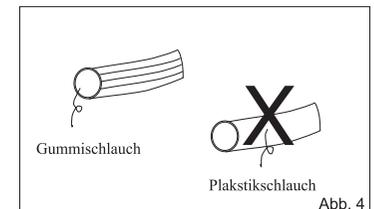

Abb. 4
- Benutzen Sie nur den Gummischlauch. Anwendung eines Plastikschlauches kann gefährlich sein (Abb.4)